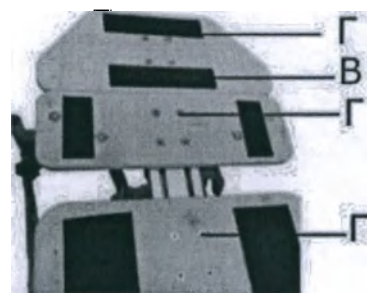

Рис. 58
2) Регулировка модулей по высоте (рис.58)